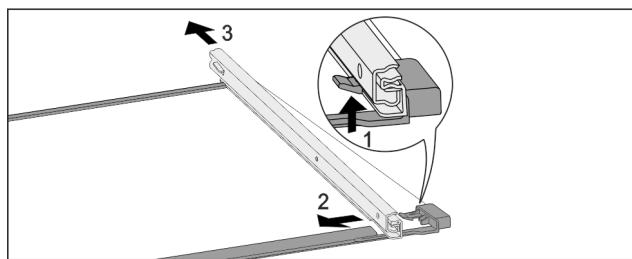

Fig. 82 Sklenená doska s koľajničkami
- Potlačte predný západkový hák nahor. Fig. 82 (1)
- Odsuňte vyťahovaci koľajničku do strany Fig. 82 (2) a dozadu Fig. 82 (3).